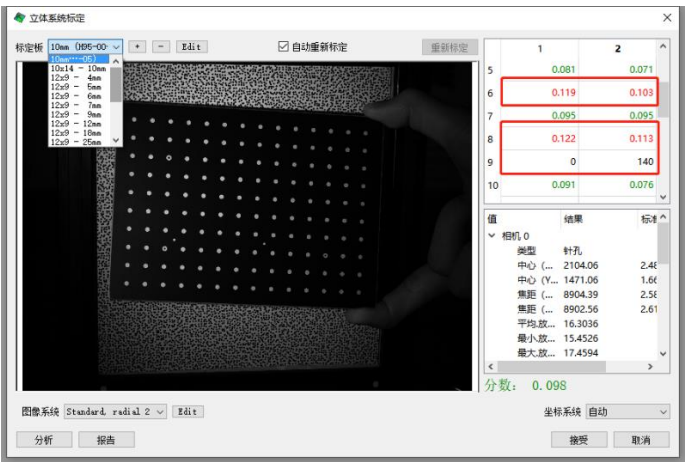

图 17
- 3、选择标定板的规格，Vic-3D 软件会自动识别。将标定分析的结果中分数过大的右键去除（红字部分），使最终分数呈现合格（绿色）即可。如图 17 所示。